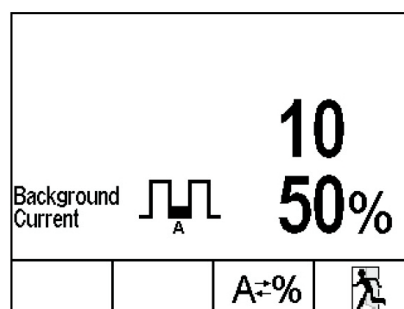
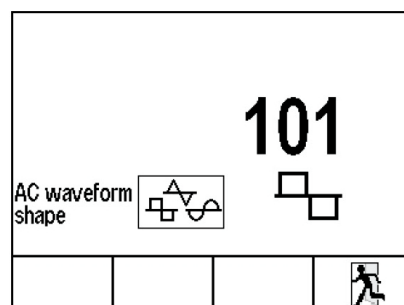

Figura B.7a
Figura B.7b
Per parametri tipo corrente di base (vedi Figura B.7a) il cambio viene eseguito premendo la manopola/encoder (4). In questo esempio potete scegliere se impostare la corrente di base come valore di corrente oppure come valore % della corrente assoluta. Altri parametri come selezione della forma d'onda (vedi Figura B.7b) si possono modificare tenendo premuto la manopola/encoder (4) sino a che il parametro non lampeggia; quando il parametro lampeggia, ruotando la manopola/encoder si può selezionare il parametro desiderato, il parametro viene salvato premendo nuovamente la manopola/encoder (4). Quando tutte le modifiche sono state eseguite il salvataggio e l'uscita dal Setup Menu avviene premendo il pulsante "exit". Per uscire senza salvare le modifiche apportate premere il pulsante con la freccia ad uncino.